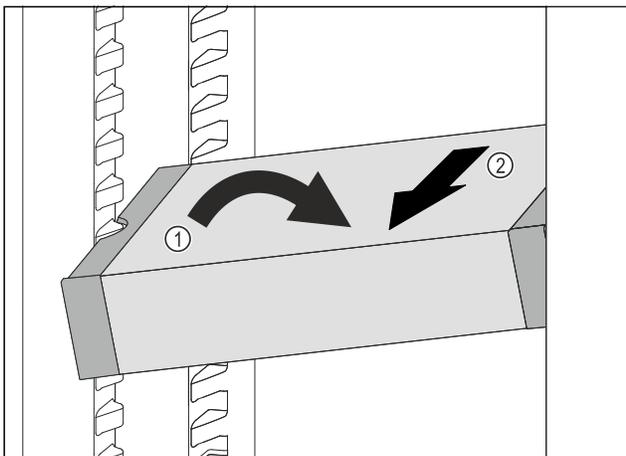

Fig. 84
- Incliner le VarioSafe dans la partie réfrigérateur. Fig. 84 (1)
- Sortir le tiroir VarioSafe par l'avant. Fig. 84 (2)